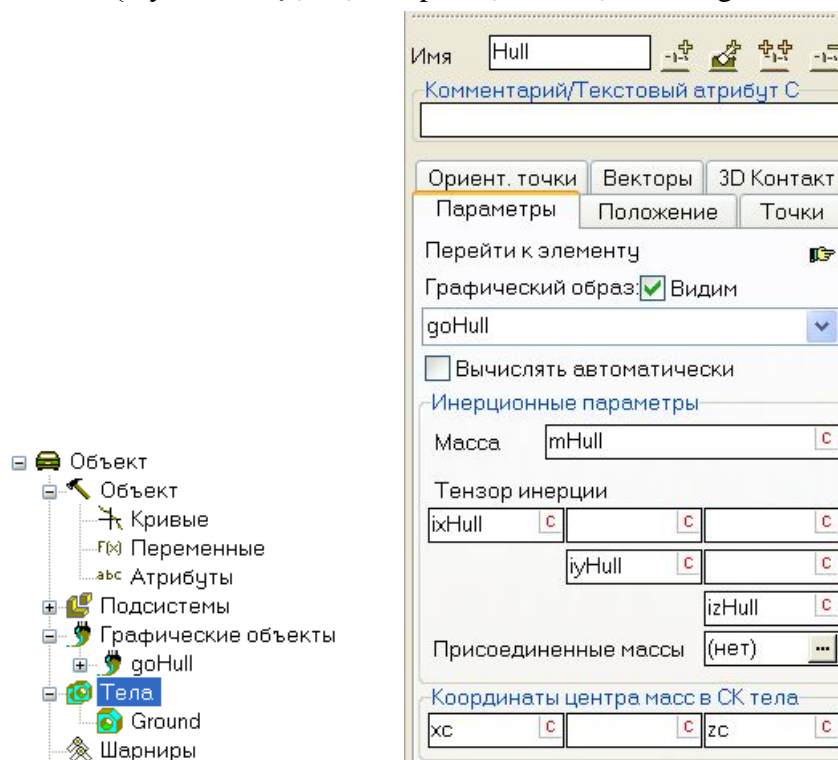

Рис. 27 Добавление тела – корпус ГМ
- выберите элемент **Тела** в списке элементов модели, рис.27;
Рекомендуется параметризовать инерционные параметры с помощью идентификаторов, как это сделано в примере на рис. 27. Пример численных значений параметров приведен на рис. 28.